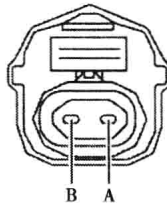

图 1-1-22 进气歧管温度传感器（MAT）连接器端子图
15. 进气歧管温度传感器（MAT）连接器端子图（图 1-1-22）及端子功能表（表 1-1-15）